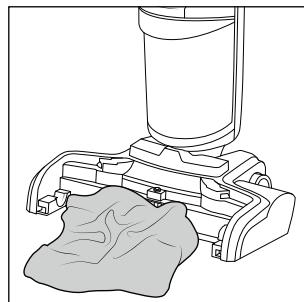

Rys. 34
- ◆ Chwyć uchwyt po lewej stronie wałka szczotkowego **6** i pociągnij go do góry, aby wyjąć wałek szczotkowy z podstawy **3** (patrz rys. 34).